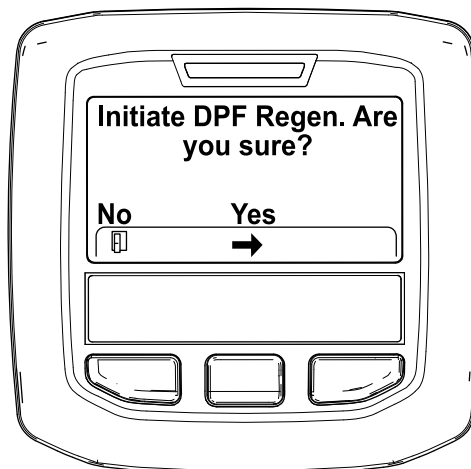

Figura 50
- Quando surgir a mensagem "Initiate DPF Regen. Are you sure?" (Iniciar Regen. DFP. Tem a certeza?), prima o botão central (Figura 50).